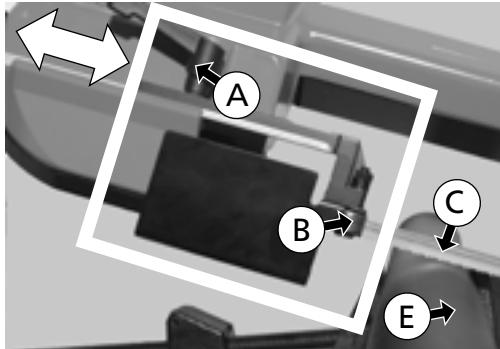

Fig. 23
1. Desserrer la poignée (A) - (fig. 23).
Éléments des fig. 23 et 24